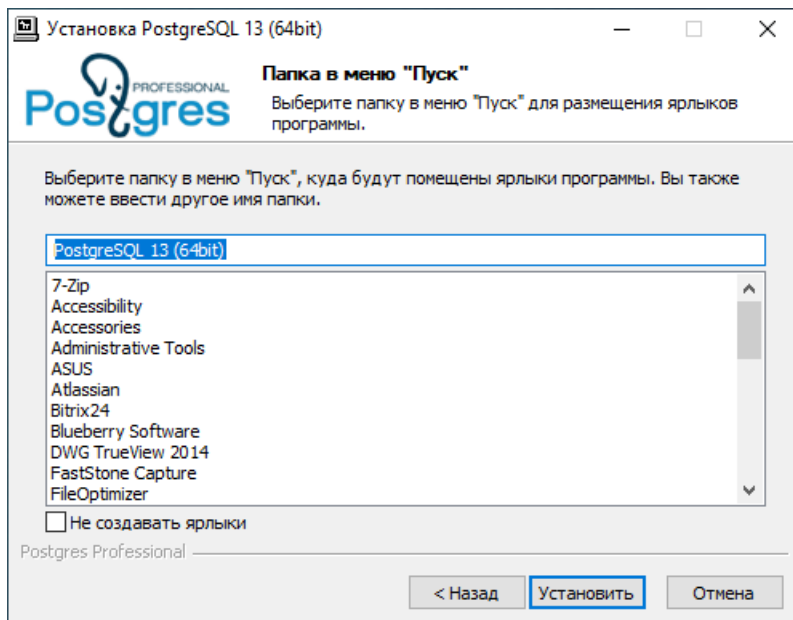

Рисунок 9 - Выбор папки в меню «Пуск»
10. Выберите папку в меню «Пуск» по умолчанию и нажмите **Установить** (Рисунок 9).